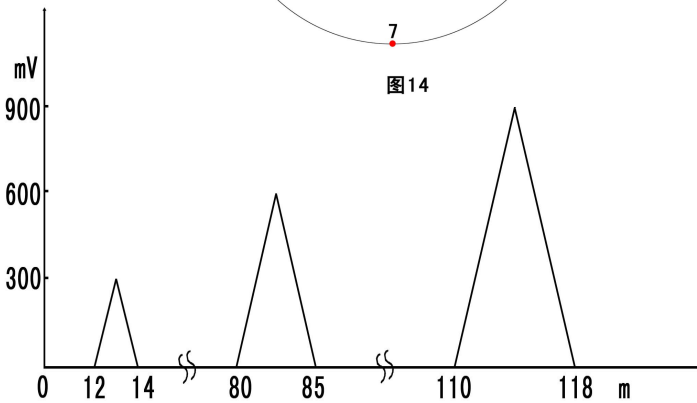

图15 破损点大小曲线图
(1) 数字直读法：该法在检测时，保持一定的静态信号，300mV 以内不能判断为破损点，这是由于土壤干湿变化、管道防腐层过薄，管道埋土深度变化检测人员偏离管位等因素引起，一般认为 300-600mV 为防腐的微小缺陷，600-900mV 为防腐层中等破损，900mV 以上应开挖修理的大破损。
(3) **统计图形法**：若以泄漏电位与辐射距离两因素作图，在漏点的上方会出现一个个三角形，三角形大小近似地反映了漏点的大小，如图 15 所示。